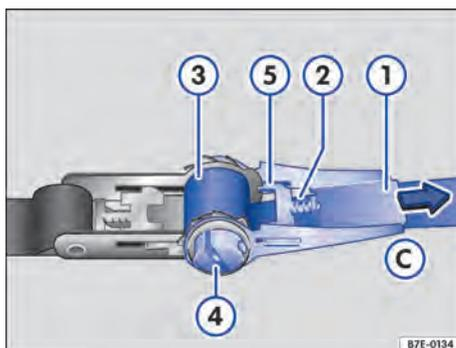

Fig. 143 Apertar o cinto de catraca.
2. Pressionar a válvula corrediça → Fig. 143 ② para fora.
3. Girar a alavanca → Fig. 143 ① para a posição ③ até que a válvula corrediça ② se encaixe na posição final ⑤. O eixo com fenda ④ está em modo roda livre.